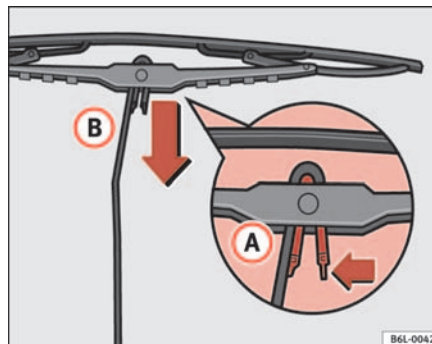

Fig. 125 Cambio de la escobilla del limpiapuneta
- Oprima el resorte de seguridad en el sentido de la flecha **A** ⇒ fig. 125.